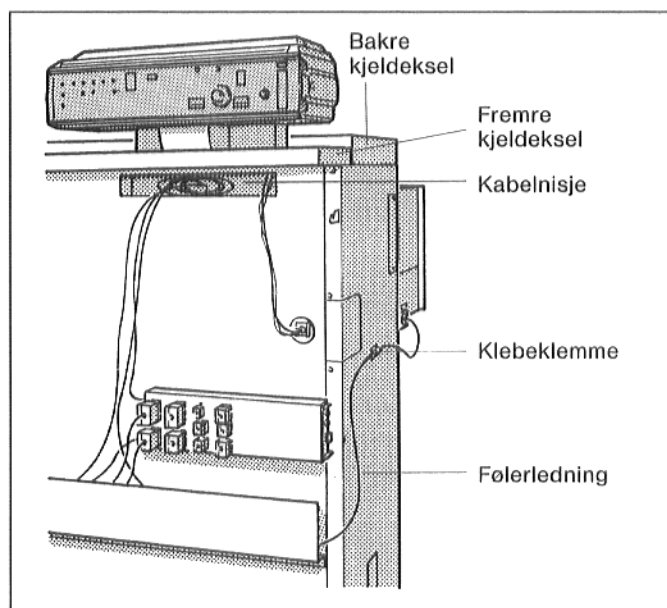

Fig. 8 : G_424 LZ; G_524 LDN
- Legg røkgasstemperaturfølerledningen med koplingsiden gjennom kabelnisjen på forsiden av kjelen og åpningen i fremre kjeldeksel frem til kontrollpanelet (fig. 8).
- Før følerledningen bort til sideveggen og fest med klebeklemmer (fig. 8).